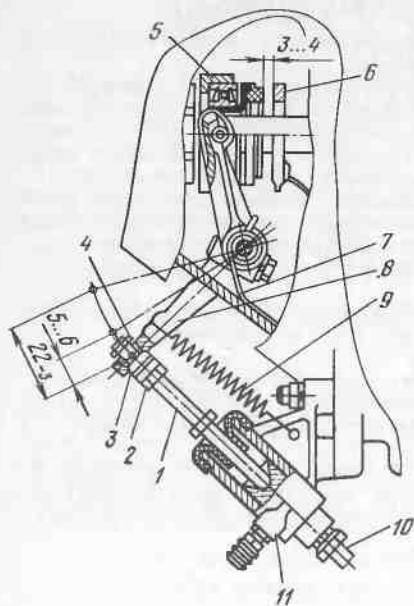

Рис. 99. Регулировка свободного хода педали сцепления:
**Проверка и регулировка свободного хода педали сцепления.** Для обеспечения нормальной работы механизма сцепления и его привода свободный ход педали сцепления должен быть в пределах 29...43 мм (измеряется по центру площади педали). Для регулировки свободного хода необходимо снять оттяжную пружину 9 (рис. 99) и вынуть шплинт 4 из отверстия толкателя 1. Затем проверяют ход рычага 8 относительно регулировочной гайки 3 при упоре